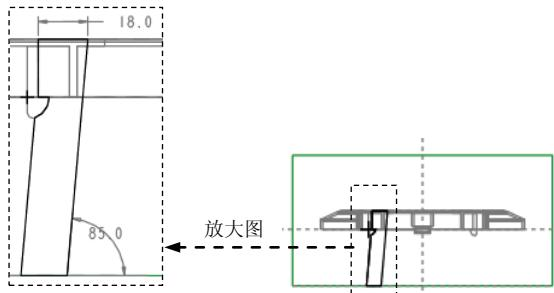

图 27.10 截面草图
Step3. 通过拉伸的方法创建第一个销体积块。单击 **编辑模具体积块** 操控板 **形状** ▾ 区域中的 **拉伸** 按钮，此时系统弹出“拉伸”操控板；右击，从系统弹出的菜单中选择 **定义内部草绘...** 命令；选取 MOLD_RIGHT 基准平面为草绘平面，MOLD_FRONT 基准平面为草绘平面的参考平面，方向为 **左**。单击 **草绘** 按钮，进入草绘环境；进入草绘环境后，绘制图 27.10 所示的截面草图(使用“投影”命令绘制截面草图)。完成截面草图的绘制后，单击“草绘”操控板中的“确定”按钮 ；在操控板中单击 **选项** 按钮，在“选项”界面中将第 1 侧和第 2 侧深度类型都设为 **到选定项**，调整模型方位，选取图 27.11 所示的两个平面为拉伸终止面；在“拉伸”操控板中单击 按钮，完成特征的创建。